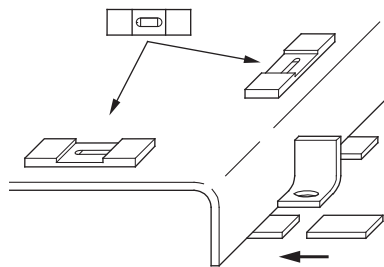

Рис. 7: Нивелирование и выверка фундаментной рамы
- Выверить весь агрегат при установке на фундаменте при помощи ватерпаса (на валу/напорном штуцере) (см. рис. 7). Отклонение фундаментной рамы от горизонтали на каждый метр длины/ширины должно находиться в пределах 0,5 мм.